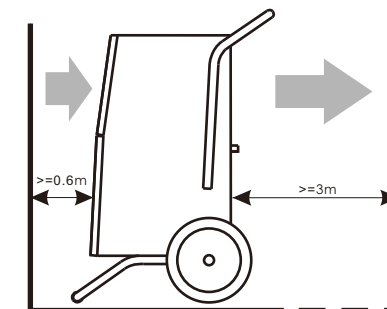

FIG . 2
- För maximal effektivitet är rekommenderat minimiavstånd från vägg till luftinlopp och luftutlopp 0,6 m respektive 3 m (se FIG. 2).